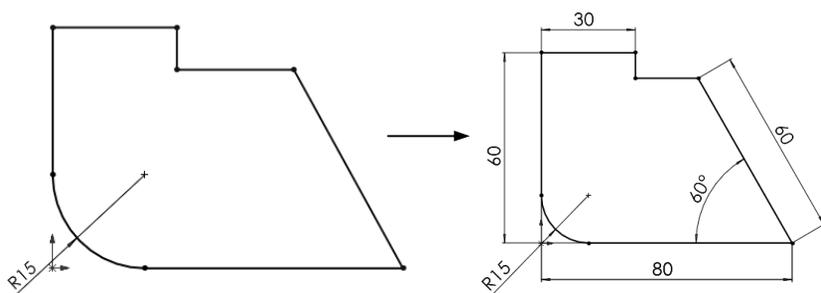

图 2-112 角铁草图绘制流程图
- (1) 选择零件图标, 进入零件图模式。
- (2) 选择前视基准面, 单击“草图绘制”按钮, 进入草图绘制模式。
- (3) 利用“直线”和“圆角”命令, 绘制草图。
- (4) 利用“智能尺寸”命令标注尺寸, 绘制的流程如图 2-112 所示。